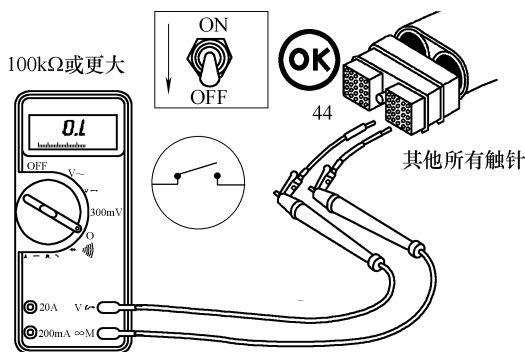

图 5-159 测量触针 44 与插头中其他所有触针间的电阻
② 测量触针 44 与该插头中其他所有触针间的电阻(图 5-159), 万用表应显示开路, 电阻大于 $100\text{k}\Omega$ 。如果不是开路, 说明触针间存在短路, 应当进行维修。